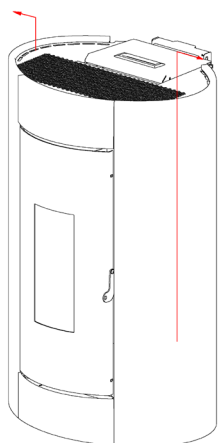

Fig. 43 - Verwijdering zijpanelen
- De zijpanelen van onder naar boven losmaken (zie **Fig. 43 op pag. 23**).